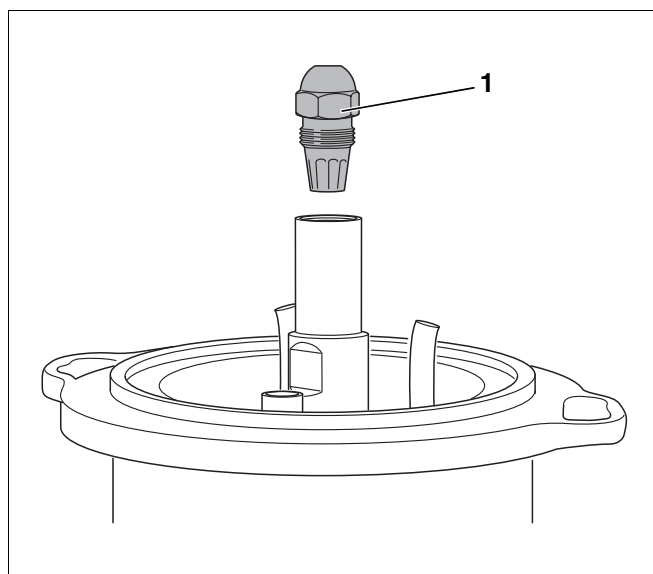

Рис. 34 Демонтаж форсунки
- Открутить форсунку (рис. 34, поз. 1) двумя гаечными ключами SW 16 и SW 19.
- Демонтировать форсунку (рис. 34, стр. 31).